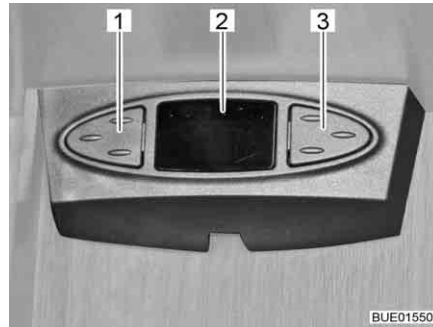

Bild 39 Sat-Maus
Sat-Maus Je nach Modell ist die Satellitenanlage mit einer Sat-Maus ausgestattet. Die Anzeige (Bild 39,2) der Sat-Maus zeigt den eingestellten Kanal an. Mit den beiden Tasten können die Grundfunktionen der Satellitenanlage bedient werden (Senderwechsel, Ein-/Ausschalten).
- Vorherigen Sender aus der Senderliste wählen: Linke Taste (Bild 39,1) drücken.
- Nächsten Sender aus der Senderliste wählen: Rechte Taste (Bild 39,3) drücken.
- Zwischen Radio und TV umschalten: Tasten (Bild 39,1 und Bild 39,3) gleichzeitig kurz drücken.
- Receiver ein-/ausschalten: Tasten (Bild 39,1 und Bild 39,3) gleichzeitig drücken und gedrückt halten.